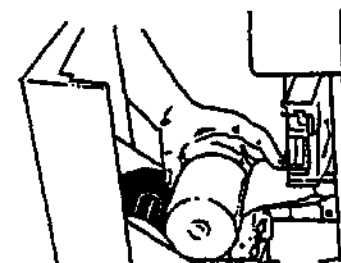

Рис. 5-19: Установка нового бумажного рулона на соответствующее место.
6. Установите на место новый рулон бумаги так, чтобы подача бумаги происходила снизу рулона (Рис. 5-19).